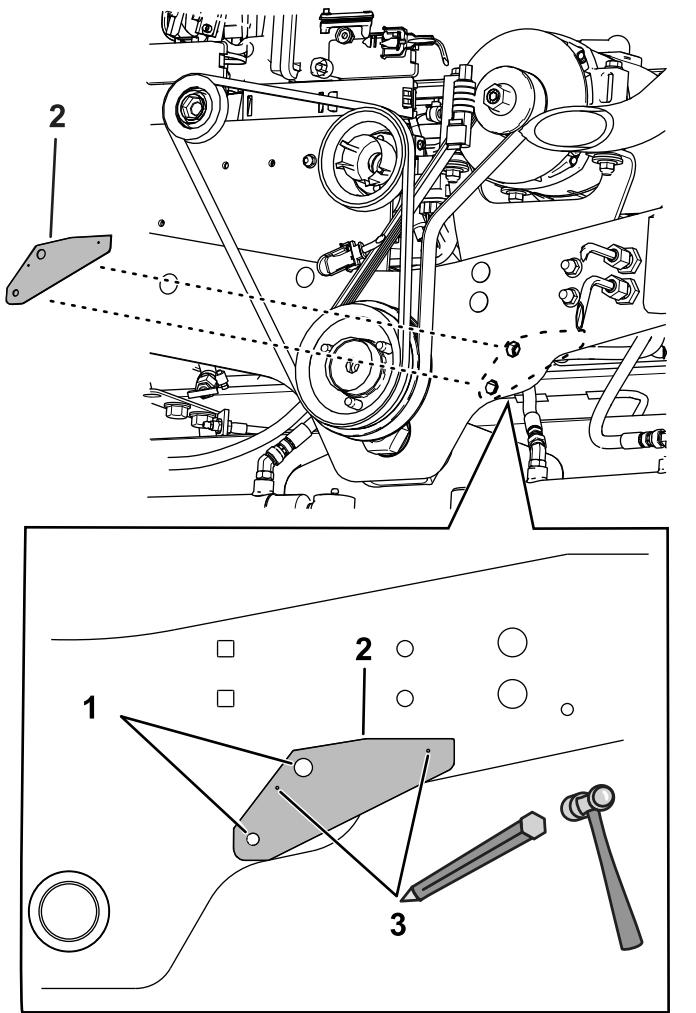

図 2
4. テンプレートをフレームに合わせる1というラベルのついた穴図 2を使って合わせる。
5. 3というラベルの付いた穴図 2にポンチを打つ。